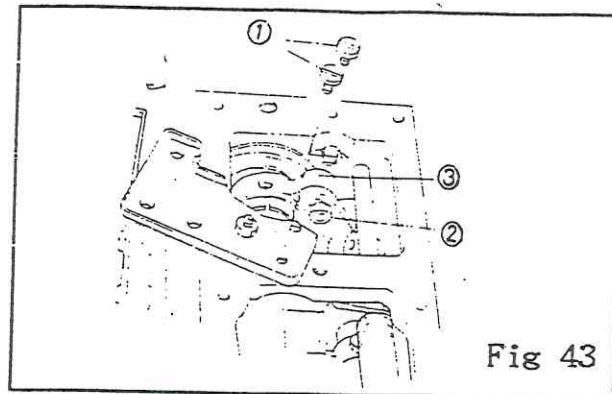

Fig 43
1. Retire la tapa del brazo y el tornillo (1). (Fig. 43)
2. Afloje la tuerca (2) y mueva la biela (3) hacia arriba o abajo.
- \* Para reducir el recorrido del recubridor, mueva la biela (3) hacia arriba.
- \* Para aumentar el recorrido del recubridor, mueva la biela (3) hacia abajo.